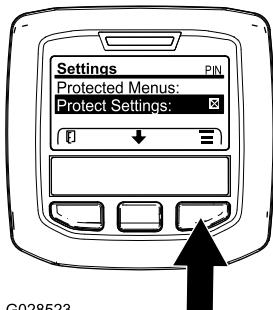

Figure 28
1. Accédez au menu protégé et déverrouillez le sous-menu protégé des réglages (Figure 28); voir Accès aux menus protégés \(page 16\).